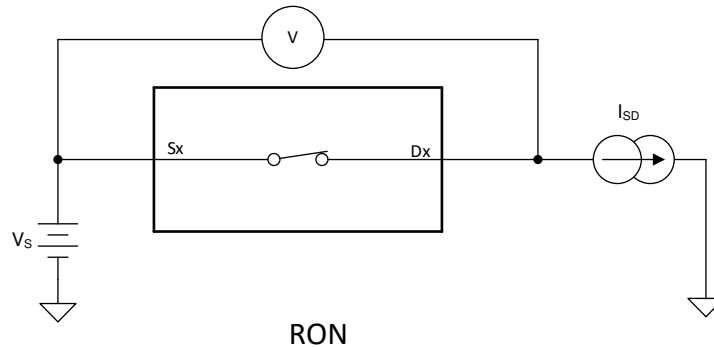

図 6-1. オン抵抗測定時の構成
デバイスのオン抵抗は、デバイスのソース ピン (Sx) とドレイン ピン (Dx) の間の抵抗値 (Ω) です。オン抵抗は、入力電圧と電源電圧によって変化します。オン抵抗は、記号 R_{ON} を使用して示されます。図 6-1 に、 R_{ON} の測定に使用する測定構成を示します。この構成を使用して電圧 (V) と電流 (I_{SD}) を測定し、 R_{ON} は $R_{ON} = V / I_{SD}$ で計算します。